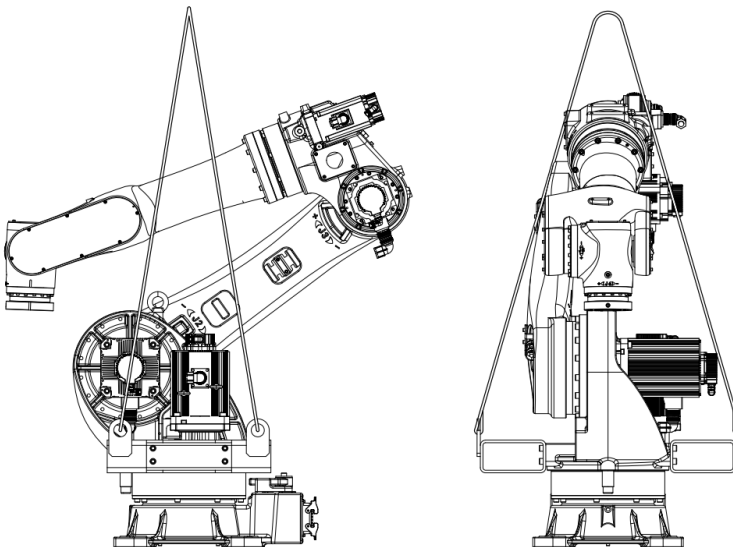

图 3.1.1 CRP-RA21-50/CRP-RA21-70T5 搬运姿态
- (1) 必须把机器人调整到搬运姿态（参考图3.1.1）。
- (2) 按图示方法安装吊带，吊带从机器人腰部与大臂底部穿过居中环绕，并使用封闭式挂钩吊装；
- (3) 使用满足机器人搬运要求的吊带或者钢丝绳；
- (4) 搬运时，必须缓慢平稳，防止机器人在搬运过程中晃动。
- (2) 使用能够承受机器人重量的托盘。
- (3) 将机器人用M16螺栓固定在托盘中间。禁止在托盘边沿放置机器人。